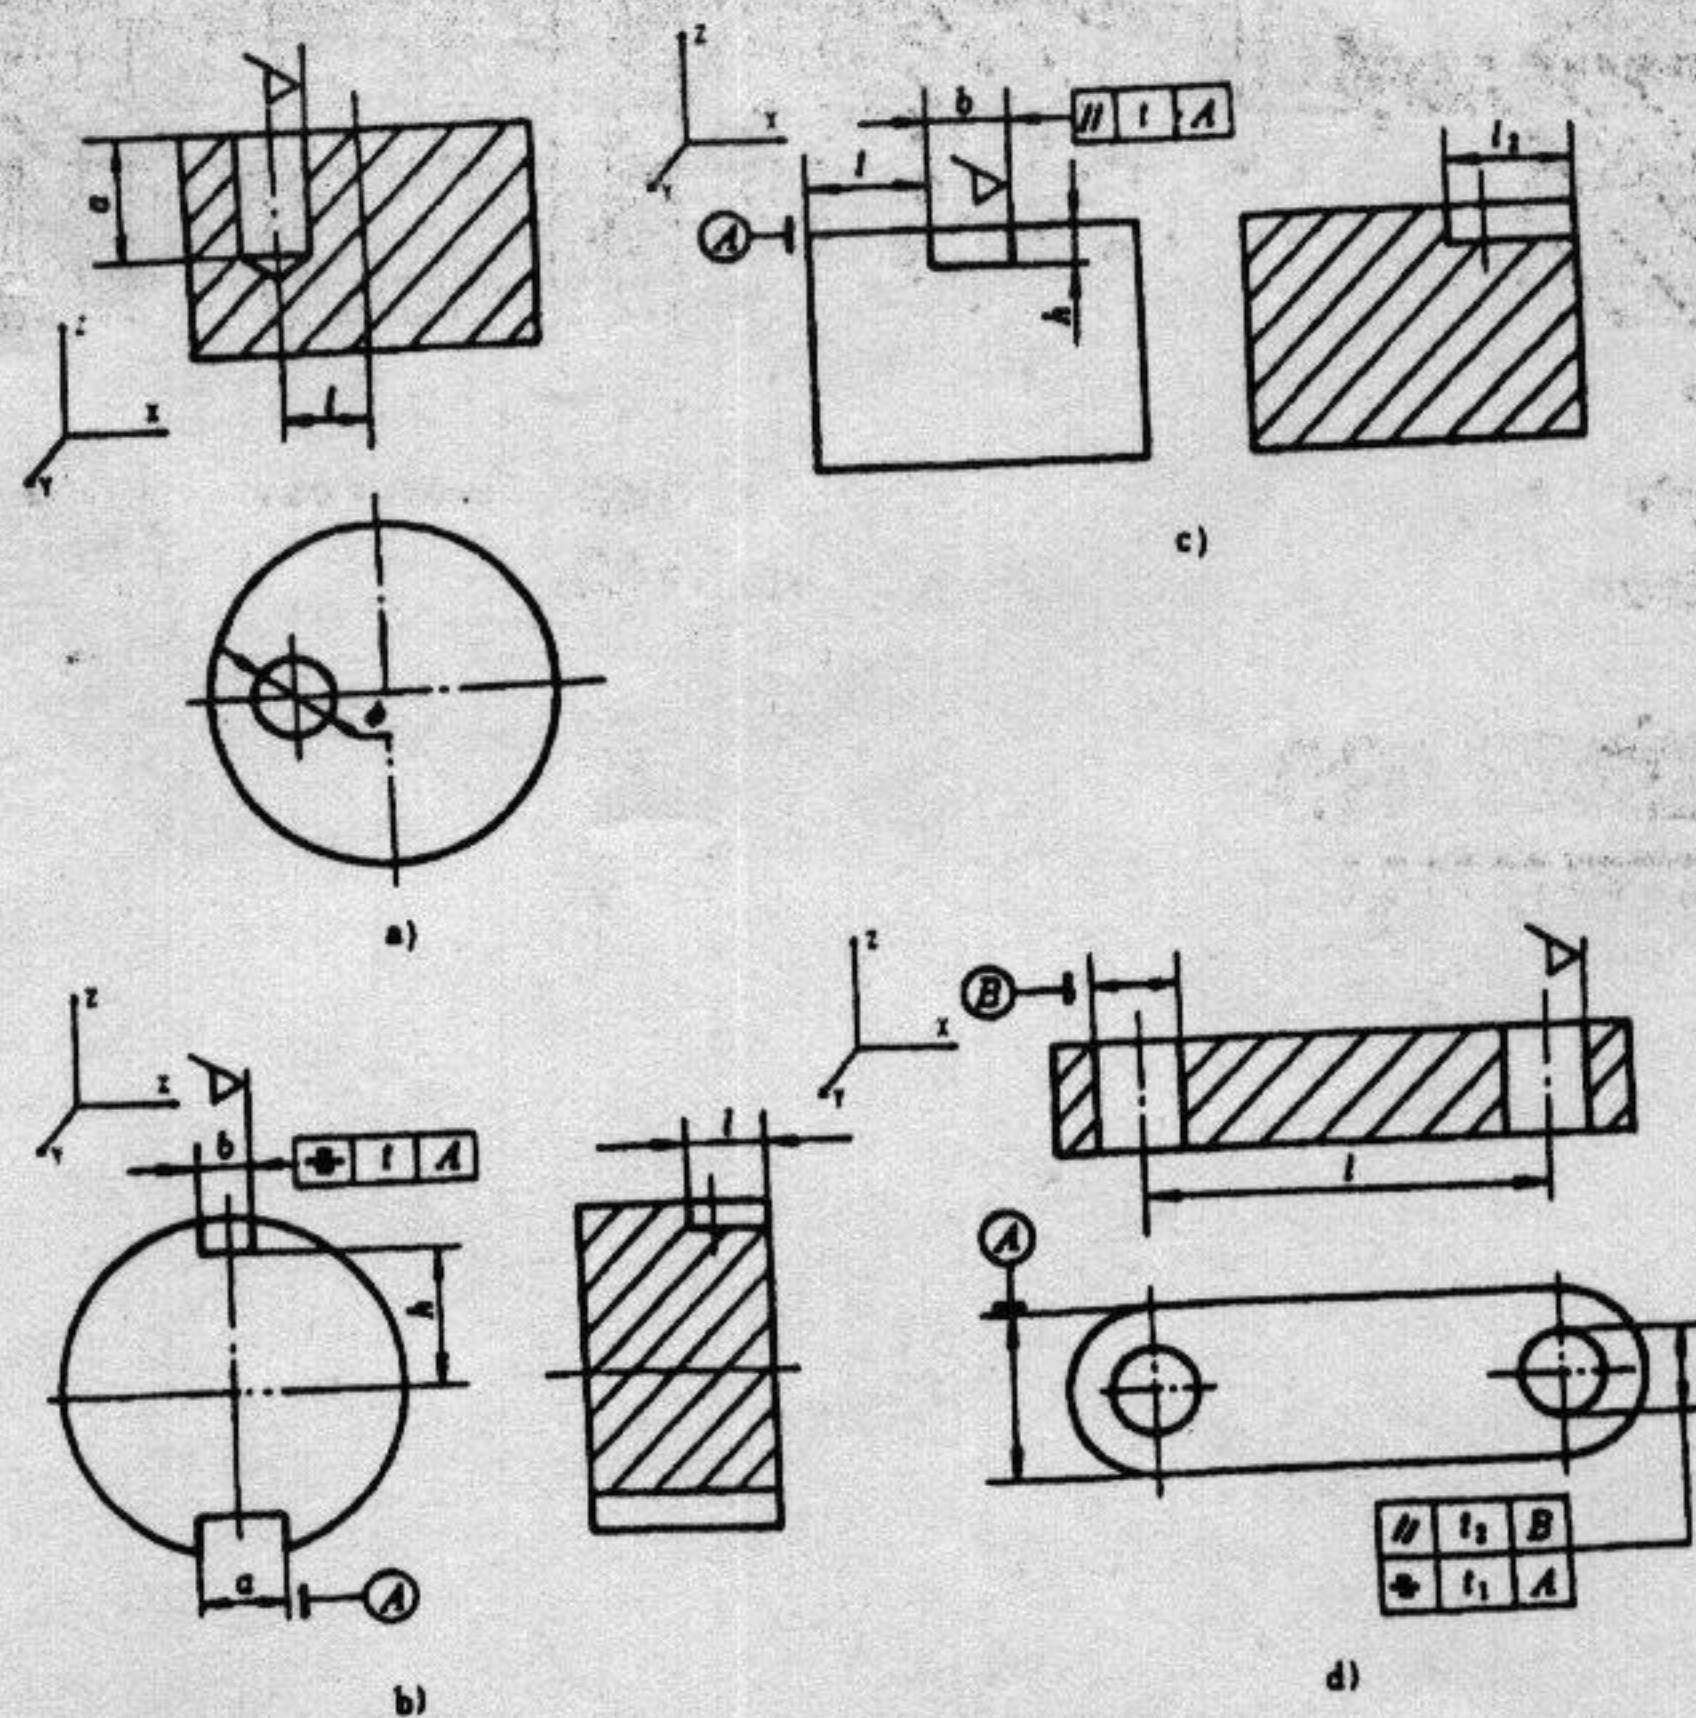

图 1
(1) 在图 1 中，注有“ $\nabla$ ”的表面为工件待加工表面，坐标方向如图所示，试分别确定图 1 中 a)、b)、c)、d) 四个工件应限制的自由度为哪些？